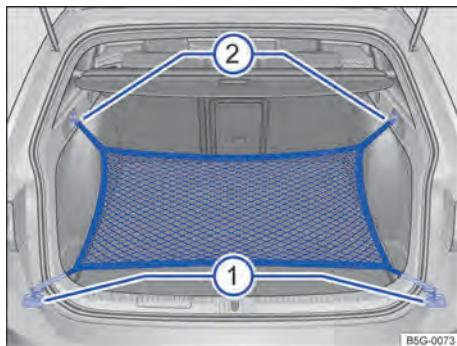

Fig. 101 No compartimento de bagagem: olhais  e gancho  para prender a rede para bagagem.
- Prender os ganchos curtos da rede para bagagem nos olhais de amarração ⇒ Fig. 101 ① ⇒ ▲. O zíper da rede para bagagem deve estar voltado para cima.
- Prender a fixar as alças nos ganchos para sacolas ②.